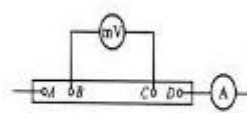
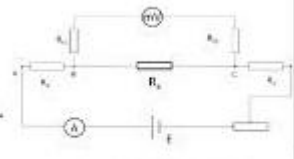

图 7-4 四端接法电路图
图 7-5 四端接法等效电路图
3. 图 7-4 所示为四端接法的低电阻  $R_x$ ，其等效电路图 7-5 中， $R_{i1}$  包括如下附加电阻（AB 端的导线电阻和该支路的等效接触电阻）